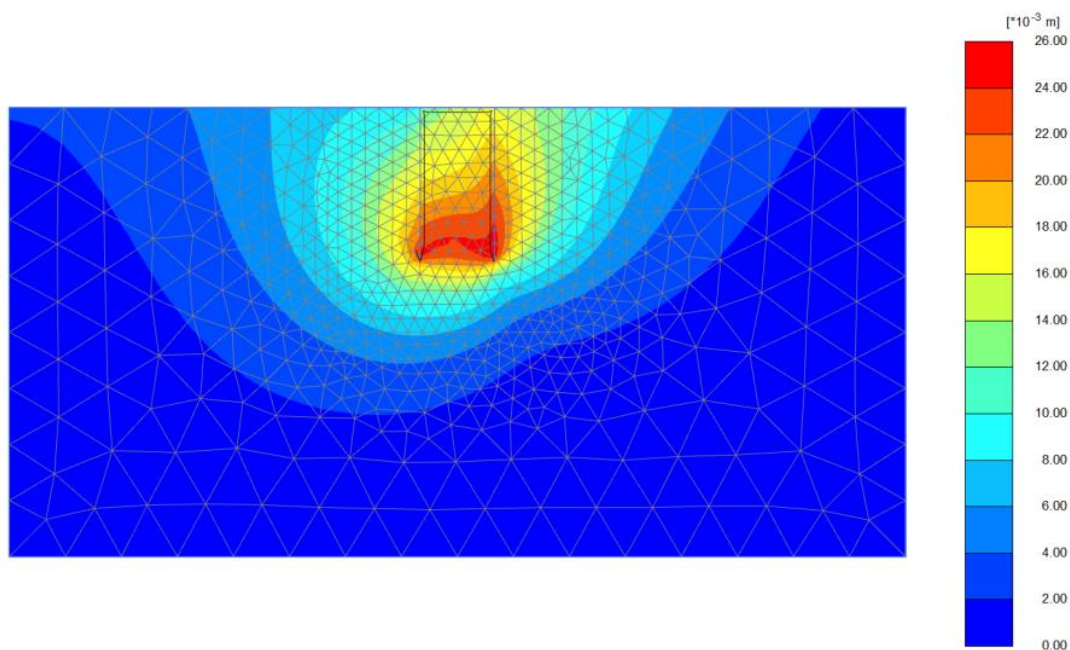

图 3.9 阶段 2 结束时吸力桩的总位移
4. 按照同样的方法，不同荷载方向下吸力桩的总可以从下拉菜单中选择相应阶段来观察。需要注意阶段 2，此时荷载的水平分量最大，如图 3.9 所示